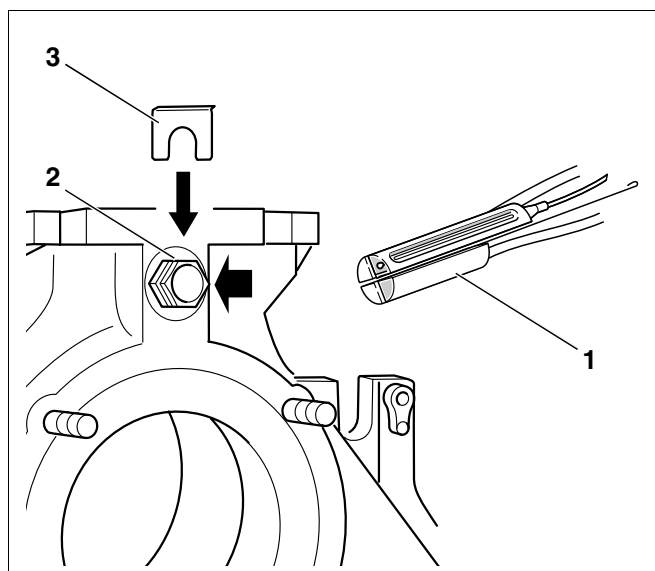

Fig. 62 Montering av temperaturfølerpakke
Temperaturfølerpakken som er koplet til kontrollpanelet (tre temperaturfølere, en følerblindel Fig. 62, **Pos. 1**) monteres i følerlomme R $\frac{3}{4}$.
- Før kapillarrørfølerne til kjelens målested og før her følerne inn i følerlommen (Fig. 62, **Pos. 2**) og sikre dem ved hjelp av følersikringen (Fig. 62, **Pos. 3**).